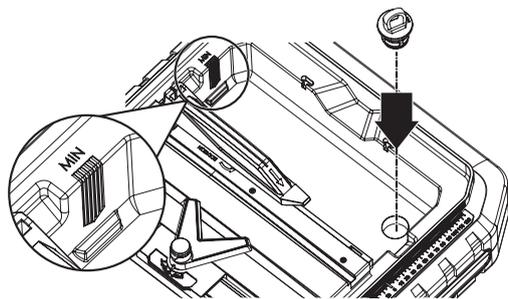

Рис. 8
- Заполните резервуар водой, для этого поднимите наклонный стол на 45° и снимите его, вставьте пробку в сливное отверстие руйте винтами (Рис.8).